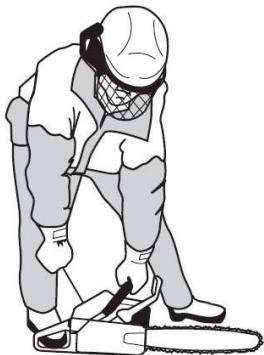

Рис. 9.
1. Прижмите пилу вниз, наступив ногой на защитный щиток правой ручки. Обхватите переднюю ручку пилы левой рукой (См. Рис. 9).